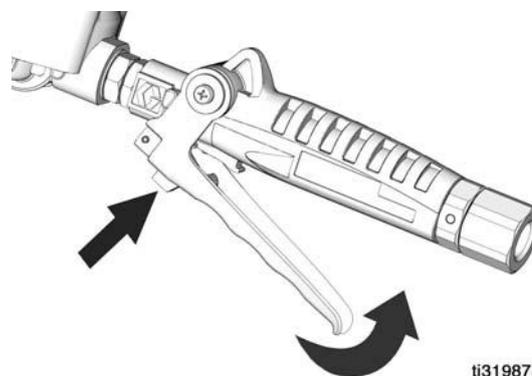

ABB. 10
2. Die Abzugssperrentaste vollständig betätigen und den Abzug zum Ventilgehäuse drücken (ABB. 10).